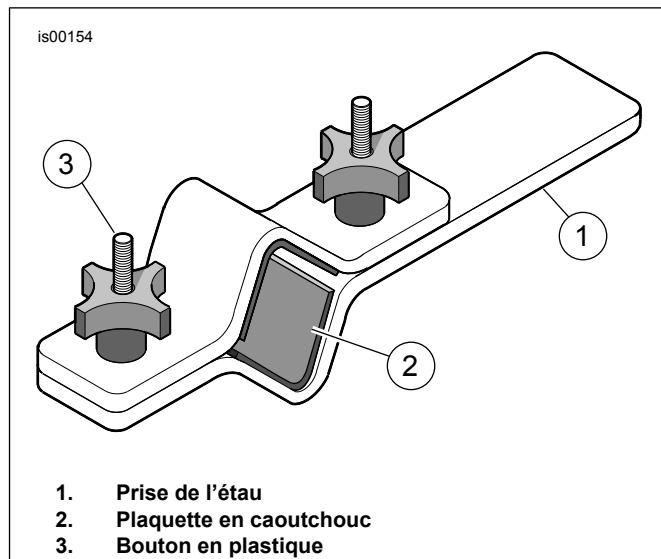
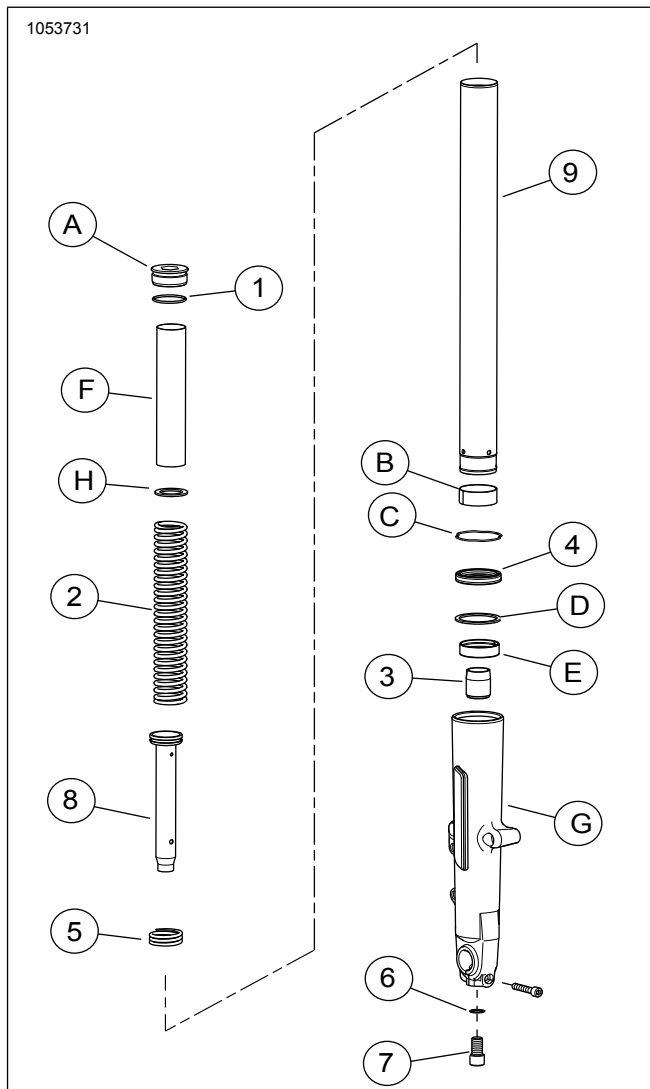

Figure 3. Fork Tube Holder (Support de tube de fourche) (HD-41177)
Figure 6. Pièces de rechange : Fourche avant à cartouche Touring
1. Voir Figure 3 . Poser la fourche dans le support de tube de fourche (HD-41177) comme suit :
- a. Bloquer l'extrémité de l'outil (1) en position horizontale, dans un étau.
- b. Voir Figure 6. Avec le boulon de fourche (A) vers le haut, serrer le tube de fourche (9) entre les plaquettes en caoutchouc sur le côté intérieur de l'outil. Serrer les boutons de manière à maintenir solidement le tube de fourche.
1. Voir Figure 6. S'assurer que le segment de piston est installé sur le tube d'amortisseur avec les découpes vers le bas. Placer le ressort de rebond (5) **neuf** sur le tube d'amortisseur **neuf** du kit (8). Insérer le tube d'amortisseur dans le tube de fourche (9) **neuf**.
2. Insérer le ressort (2) **neuf** et le collier de ressort (F) dans le tube de fourche, avec la section à enroulements resserrés orientée vers le tube d'amortisseur. Pousser le bas du tube d'amortisseur dans l'ouverture au fond du tube de fourche. Placer le verrou d'huile (3) **neuf** sur l'extrémité du tube d'amortisseur.
3. Appliquer du produit Loctite 565 Thread Sealant (produit d'étanchéité de filetage Loctite 565) sur la vis **neuve** (7). Positionner le tube de fourche et le tube d'amortisseur dans le fourreau de fourche (G). Immobiliser l'ensemble en faisant pression sur le ressort. Poser la vis (7) avec une rondelle en cuivre **neuve** (6) du kit.
- c. Voir Figure 6. Enfoncer l'attache de retenue (C) vers le bas du tube de fourche, jusqu'à ce qu'elle entre en contact avec le joint d'huile de fourche. Installer l'attache de retenue dans la rainure du fourreau de fourche. Ne pas écarter ou étirer l'attache de retenue pour l'installer sur le tube de fourche car cela pourrait l'endommager.
- d. Voir Figure 6. Insérer la tige dans le tube de fourche jusqu'à ce que l'anneau métallique repose à plat sur le bord du tube.